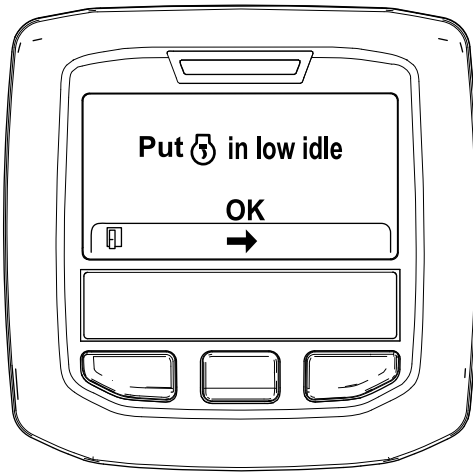

Figure 49
6. Placez la commande d'accélérateur en position de RALENTI et appuyez sur le bouton central (Figure 49).